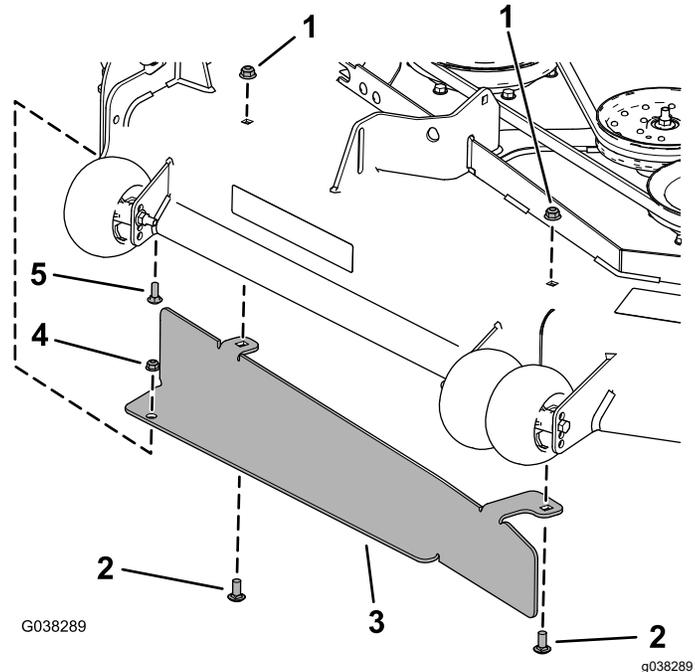

Figure 35
2. Fixez le déflecteur à l'aide du boulon de carrosserie (5/16" x 7/8"), de l'écrou à embase (5/16"), des 2 boulons de carrosserie (3/8" x 7/8") et des 2 écrous à embase (3/8"), comme montré à la Figure 35.